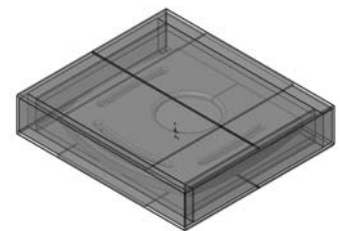

Abb. 2 - Verpackung der Keramikteile /Speckstein des Kaminofens Nogal
- die andere Verpackung enthält die Abdeckplatte aus Keramik/Speckstein (Abb. 2) (der Karton mit der Keramik-/Speckstein-Abdeckplatte wird auf den Karton mit der Struktur gelegt).